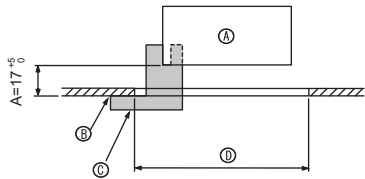
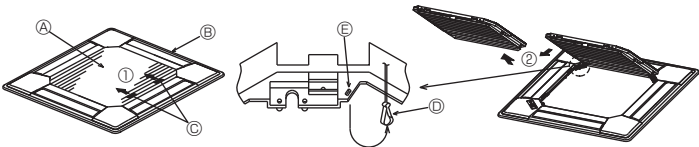
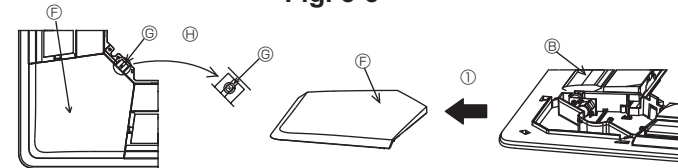

Fig. 5-2
Fig. 5-3
Fig. 5-4
①	Решетка	1	950 × 950 (мм)
②	Винт с привязной прокладкой	4	M5 × 0,8 × 25
③	Шаблон	1	(Поделен на четыре части)
④	Фиксатор	3
⑤	Винт	4	4 × 8
⑥	Винт	1	4 × 12
⑦	Угловая панель i-see sensor	1	для PLP-6BAE
5.2. Подготовка к установке вентиляционной решетки (Fig. 5-2)
- С помощью поставленного в комплекте шаблона ③ отрегулируйте и проверьте положение устройства по отношению к потолку. При неверном расположении устройства по отношению к потолку возможно прохождение воздуха или накопление конденсации.
- C Шаблон ③ (Вставлен в устройство)
5.2.1. Удаление воздухозаборной решетки (Fig. 5-3)
- Сдвиньте рычаги в направлении, обозначенном стрелкой ①, чтобы открыть воздухозаборную решетку.
- Пока воздухозаборная решетка находится в "открытом" положении, удалите стержень воздухозаборной решетки с вентиляционной решетки в направлении стрелки ②.
5.2.2. Удаление угловой панели (Fig. 5-4)
- Удалите винт из угла угловой панели. Для удаления угловой панели сдвиньте угловую панель в направлении стрелки ①.
[Fig. 5-3, 5-4]